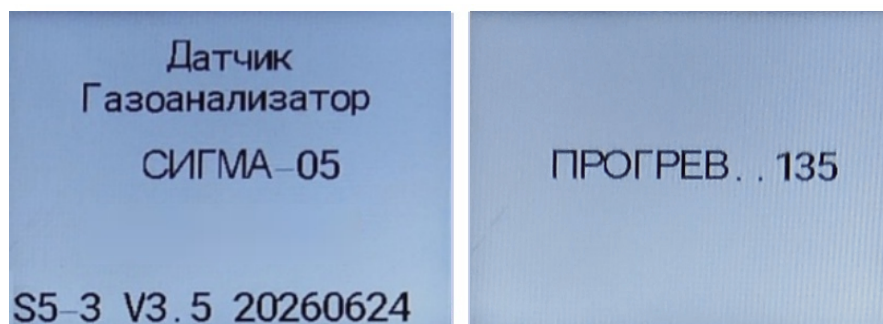

Рисунок 29 — Процесс загрузки и прогрева сенсоров
3.5.4.1 После включения газоанализатора в сеть происходит его прогрев продолжительностью от 15 секунд до 10 минут, в зависимости от типа установленных чувствительных элементов. Процесс прогрева сопровождается обратным отсчетом таймера и отображается на экране газоанализатора (рисунок 29).